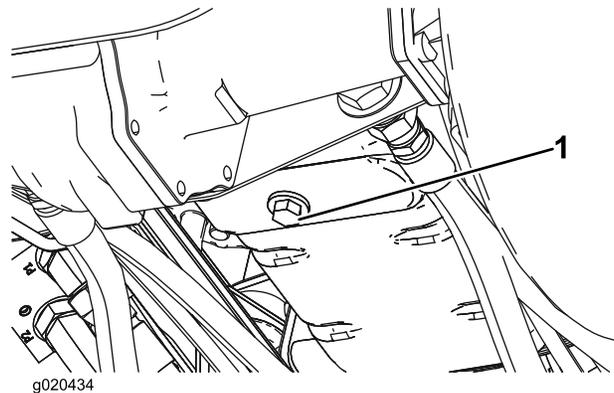

Figure 59
1. Retirez le bouchon de vidange (Figure 59) et laissez couler l'huile dans un bac de vidange. Remettez le bouchon quand la vidange est terminée.